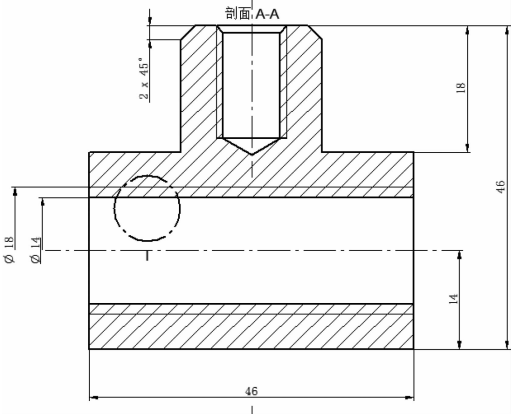

图 9-91 对称直径尺寸标注 2
(4) 按照上述步骤 3 把螺纹的内径标注出来，如图 9-91 所示。